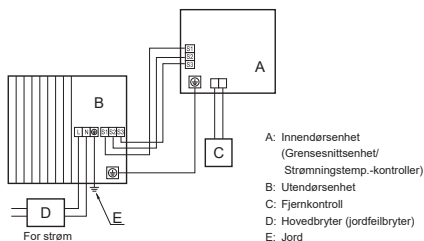
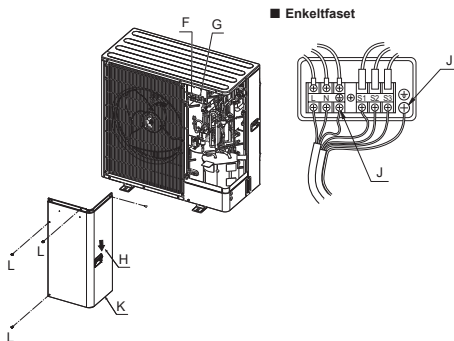

Fig. 7-1
Fig. 7-2
7.1. Utendørsenhet (Fig. 7-1, Fig. 7-2)
- (1) Fjern servicepanelet.
- (2) Kople til kablene med henvisning til Fig. 7-1 og Fig. 7-2.